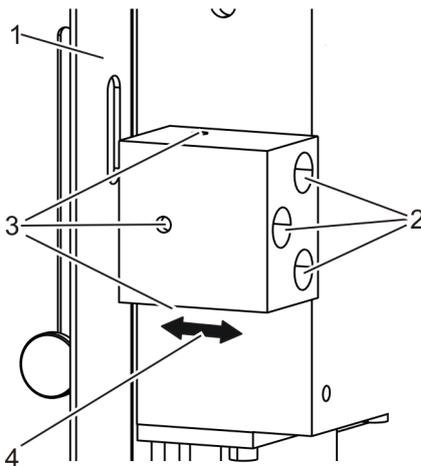

Abb. 77: Sensoren ausrichten
1. ➔ Gewindestift (Abb. 77/3) des auszurichtenden Sensors (Abb. 77/2) durch Drehen gegen den Uhrzeigersinn leicht lösen.
⇨ Der Sensor (Abb. 77/2) lässt sich waagrecht verschieben (Abb. 77/4).
2. ➔ Mit Hilfe der Fühlerlehre den Abstand zwischen dem einzustellenden Sensor und dem Bezugspunkt (Abb. 77/1 bzw. ↪ *Tabelle auf Seite 136*) auf 0,5–1,0 mm einstellen.